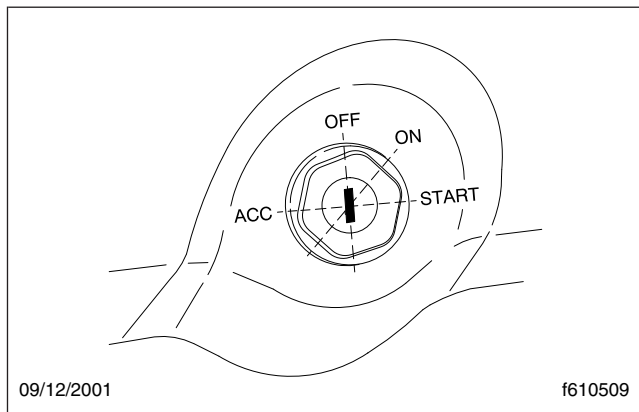

Figura 16.10, Posiciones del interruptor de ignición
4. Asegúrese de que el control de cambios de la transmisión esté en neutro (N), en la marcha de estacionamiento (P), o en la posición del freno de estacionamiento (PB).
5. Sin arrancar el motor, gire la llave de la ignición a la posición de encendido (ON) (**Figura 16.10**). Los medidores electrónicos de la ICU (unidad de control de instrumentos) hacen un recorrido completo de sus diales y vuelven a cero, las luces de advertencia e indicadores se iluminan, y el zumbador suena por tres segundos.